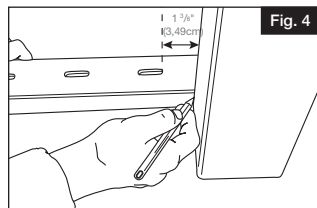

Fig. 4
- Secure bracket to post, beginning with the center screw. If using a structural post, you may have to use the shorter 2" unpainted screws (I) provided.
- Pre-drill down through top of bracket and top beam in location shown (Fig. 4).
- Snap the top rail (A) onto the top beam (D). Work from one end of the rail to the other until the full length of the top rail locks into place. Using the #10 x 2" painted screws (J) install two of the screws upward from underneath through the pre-drilled location. This will secure the bracket, beam, and top rail together. Repeat for the other end of the rail.
- b. Tracez le bord du poteau sur la lisse basse inférieur (B) à chaque extrémité (Figure 4).
- a. Sécurisez le support d'attache sur le poteau, en débutant par la vis centrale. Si vous utilisez un poteau structurel, vous pourriez utiliser les vis non peintes plus courtes de 2" (5,08cm) (I) fournies.
- b. Pré trouez à travers le haut du support d'attache et le longeron supérieur pré perforé à l'emplacement indiqué (Figure 4).
- c. Enclenchez la main courante (A) sur le longeron supérieur pré perforé (D). Procédez d'une extrémité à l'autre jusqu'à ce que toute la longueur de la main courante se mette en place. En utilisant les vis peintes (J), installez par le bas vers le haut deux des vis à travers l'emplacement pré troué. Ceci sécurisera le support, et les deux parties de la main courante les uns aux autres. Répétez pour l'autre extrémité de la main courante.